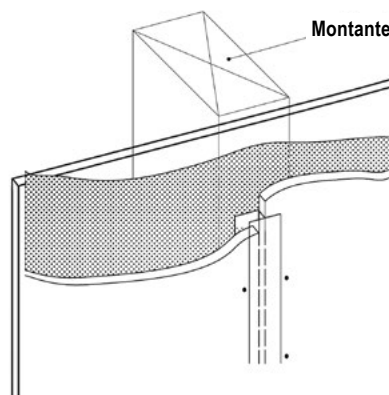

Fig. 23.4
- Utilice un conector acanalado tipo H de metal o de PVC según las instrucciones del fabricante. (*Fig. 23.4*)